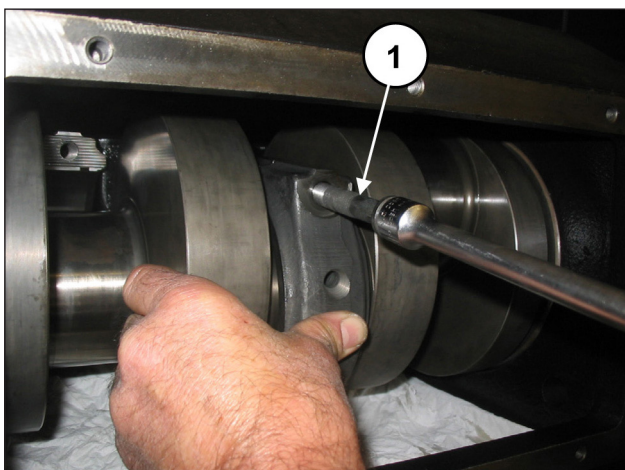

Fig. 62
Fijar los sombreretes a las semibielas con los tornillos M12x1.25x87 (pos. ①, Fig. 62).